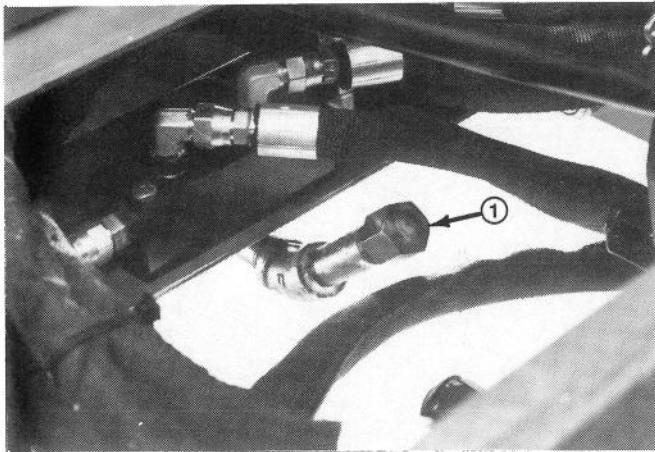

Figura 13
2. Svitate il tappo dell'asta di livello (Figura 13) dal collo del bocchettone di trasmissione ed asciugate con un panno pulito. Inserite l'asta nel collo del bocchettone, rimuovetela e controllate il livello dell'olio.